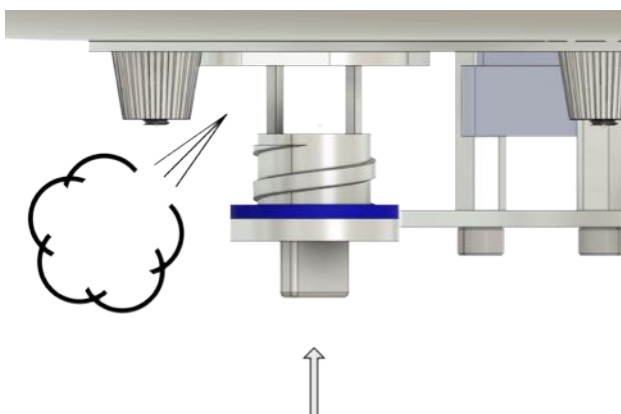

Abb. 4
5. Po opróżnieniu koperty balonu należy ponownie lekko ręcznie zamknąć blokadę obrotową (Rys. 4).